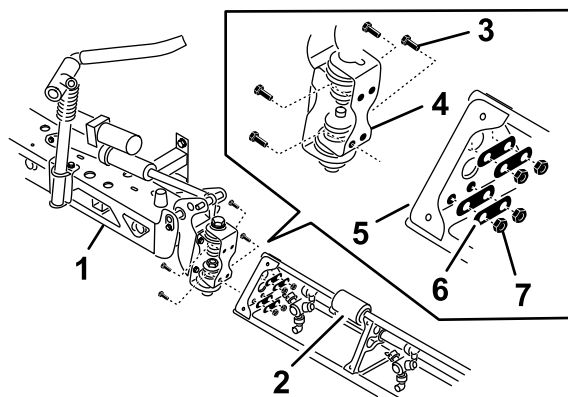

Bild 40
- Drehen Sie jede Schwenkhalterung am Ende des mittleren Auslegerabschnitts so, dass die Halterungen vertikal ausgefluchtet sind (Bild 40).
4. Montieren Sie die Scharnierplatte mit vier Bundkopfschrauben, vier Rückplatten und vier Sicherungsbundmutter, die Sie in Schritt 1 entfernt haben, an der dreieckigen Platte (**Bild 40**).
6. Fluchten Sie das Stangenende des Auslegerhubzylinders mit den Löchern im Horn der Schwenkhalterung aus (**Bild 40**)
7. Befestigen Sie das Stangenende der Schwenkhalterung mit einem Lastösenbolzen und einem Splint (**Bild 40**).